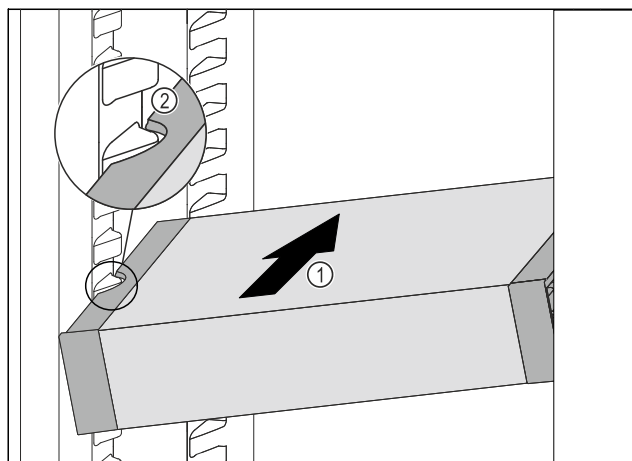

Fig. 175
- Вдвигайте VarioSafe под наклоном в холодильное отделение Fig. 175 (1), пока боковые выемки Fig. 175 (2) VarioSafe не окажутся на высоте выступа резервуара в холодильном отделении.